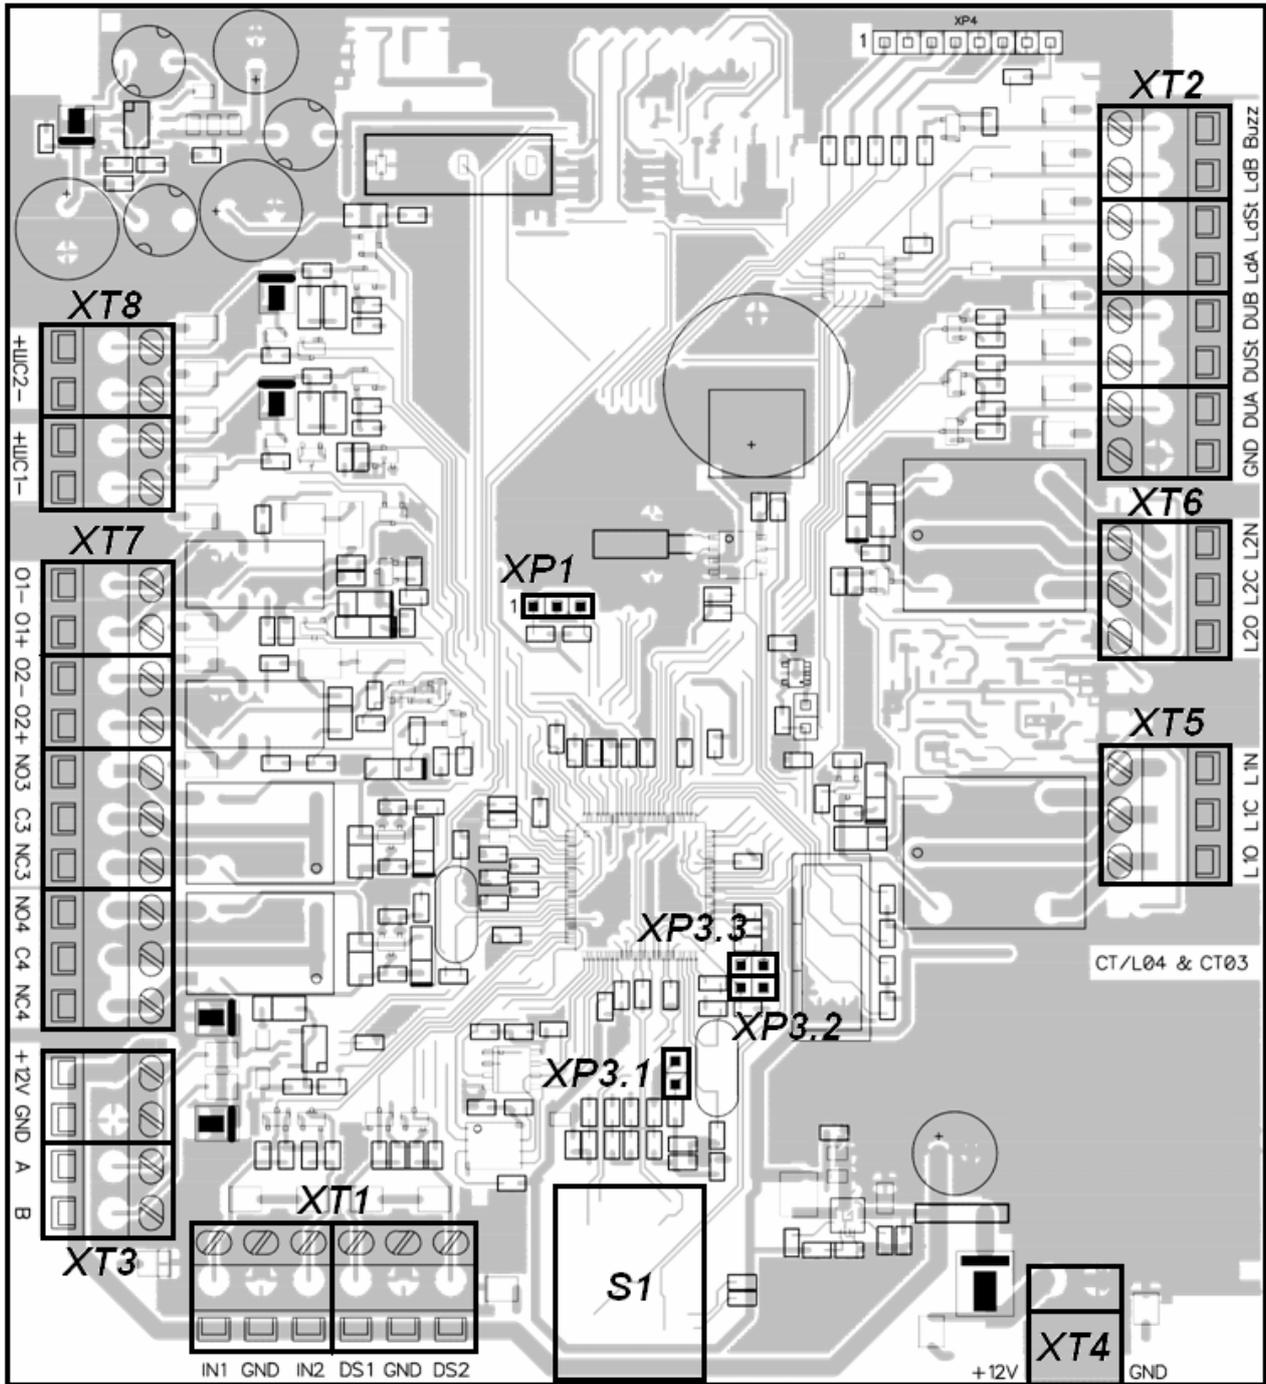
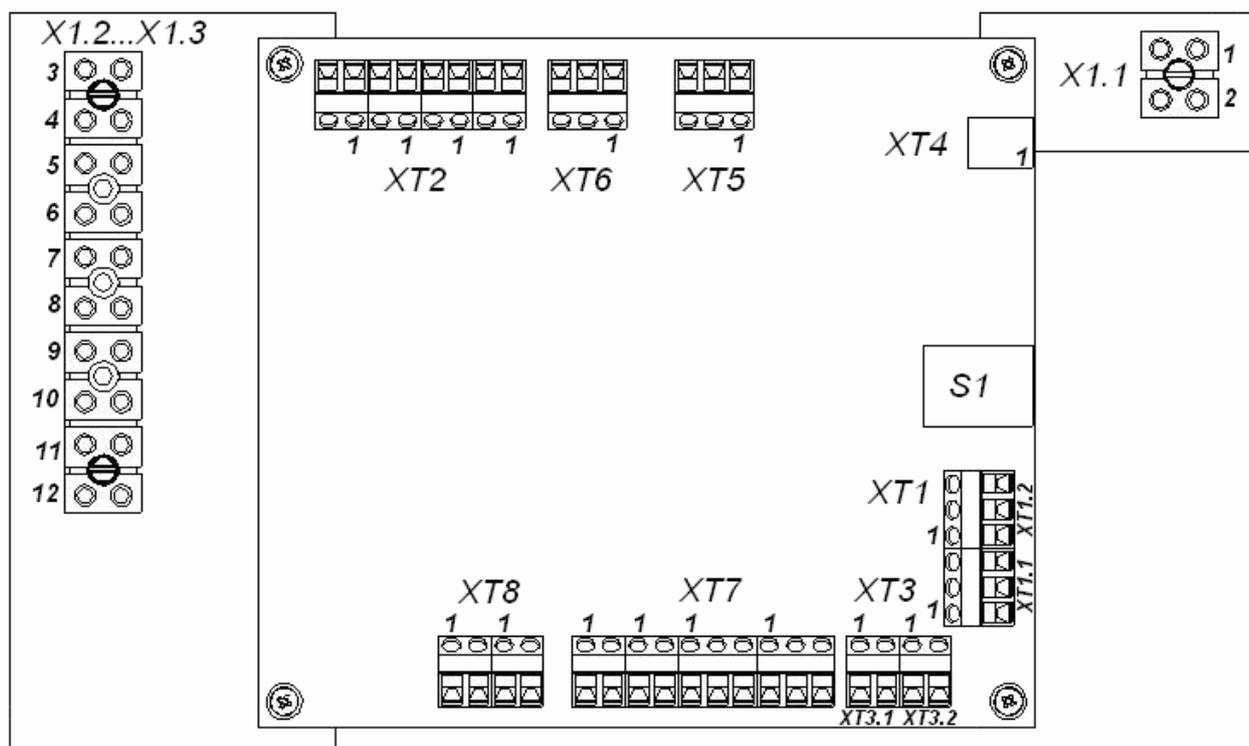

Рисунок 3 Внешний вид платы контроллера
Рисунок 4 Внешний вид клеммных колодок турникета и платы контроллера.
5.2.3 Внутри балки расположена плата контроллера (рис. 3) и клеммная колодка турникета *X1* (рис. 4), к которым кабелями (10-12) подключаются соответственно ПДУ, источник питания и устройство РУ (при его использовании); подключение производится в соответствии со схемой подключения ЭП и дополнительного оборудования (см. рис. А.1 Приложения А). Схема внутренних соединений ЭП приведена на рисунке А.2 Приложения А.
5.2.4 ПДУ выполнен в виде небольшого настольного прибора в корпусе из ударопрочного полистирола и предназначен для задания и индикации режимов работы при ручном управлении ЭП. ПДУ подключается к плате контроллера гибким многожильным кабелем (10) через клеммную колодку *XT2* (см. рис. 3).
На лицевой панели ПДУ расположены три кнопки для задания режимов работы ЭП. Над кнопками расположены индикаторы. Средняя кнопка *DUST* (далее – кнопка "Запрет прохода") предназначена для перевода ЭП в режим "Запрет прохода". Левая и правая кнопки (далее – кнопки "Разрешение прохода") предназначены для разблокировки вращения ротора ЭП в выбранном направлении. Изменить ориентацию ПДУ относительно установки ЭП (если на месте установки зона прохода обращена к оператору не лицевой, а тыльной стороной) можно, поменяв местами провода от ПДУ, подключаемые на контакты *DUA* и *DUB*, а также *Led A* и *Led B* соответственно (см. рис. 3 и рис. А.1 Приложения А).
5.2.5 На плате контроллера (рис. 3) расположены:
5.3.2 Подключение указанных в п. 5.3.1 автономных устройств производится с помощью кабелей (10) и (12) к соответствующим клеммной колодке XT2 платы контроллера (рис. 3) и клеммной колодке турникета X1 (подключение питания устройства РУ) в соответствии со схемой подключения (рис. А.1 Приложения А).
Установка переключек на разъем *XP1* (расположение разъёма показано на рис. 3): положение 1 – 2 – переключка IP MODE, положение 2 – 3 – переключка IP DEFAULT.